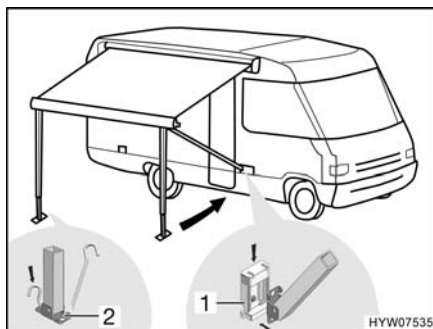

Fig. 21 Fissaggio dei montanti di supporto
- Incastrare i montanti di supporto nei supporti (Fig. 21,1) sul veicolo (se presenti), oppure fissarli sul terreno con dei puntelli (Fig. 21,2).